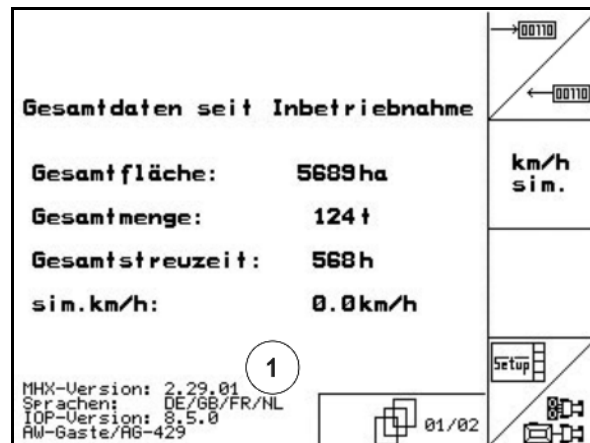

Fig. 12
- Anzeige der MHX-Version (Fig. 12/1).